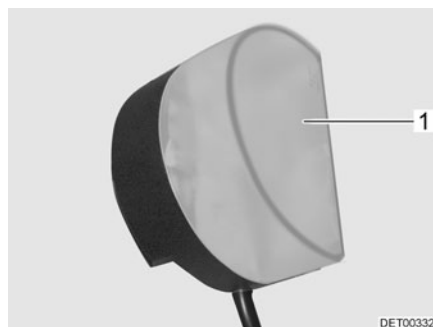

Fig. 257 Eclairage de la penderie
- Enfoncer légèrement le couvercle de la lampe (Fig. 257,1) et le retirer.